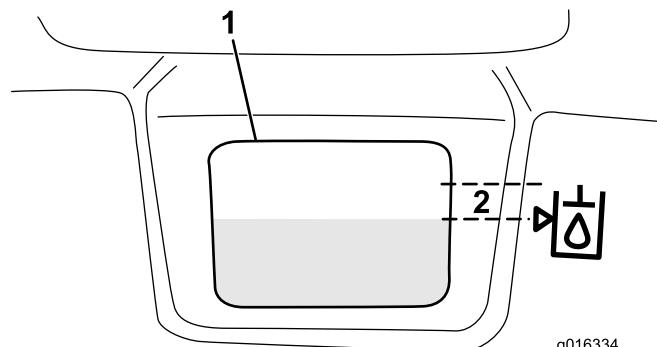

図 31
3. 油圧オイルタンクに、適切な油圧オイルを入れるオイルの高さが、油圧オイルタンクの前側面についている確認窓の横にある矢印から6mm以内にくるまで入れる図31。入れすぎないこと。